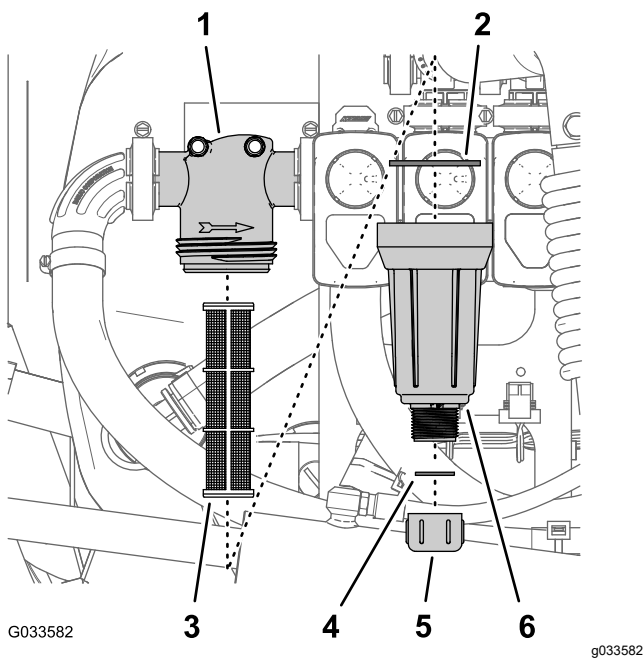

Figura 106
3. Rotii capacul de golire în sens invers acelor de ceasornic și scoateți-l din vasul filtrului de presiune (Figura 106).
4. Rotii vasul în sens invers acelor de ceasornic și îndepărtați capul filtrului (Figura 106).
5. Îndepărtați elementul de filtrare al vechiului filtru de presiune (Figura 106).
6. Verificați dacă există deteriorare și uzură la nivelul garniturii pentru bușonul de golire (situat în interiorul vasului) și garniturii pentru vas (aflată în interiorul capului filtrului) (Figura 106).
7. Montați un nou element de filtrare pentru filtrul de presiune pe capul filtrului (Figura 106).
8. Montați vasul pe capul filtrului și strângeți-l manual (Figura 106).
9. Montați capacul de golire pe fittingul din partea de jos a vasului și strângeți capacul manual (Figura 106).